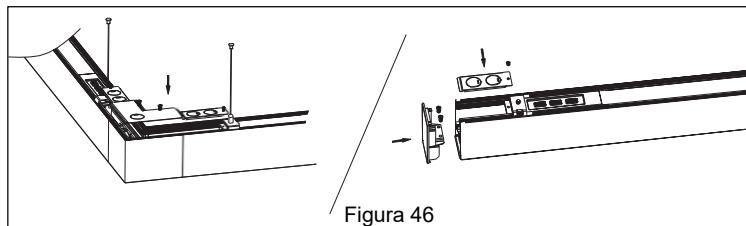

Figura 46
- Reinstala la cubierta superior del conector en L y de la lámpara. *Ver Figura 46.*